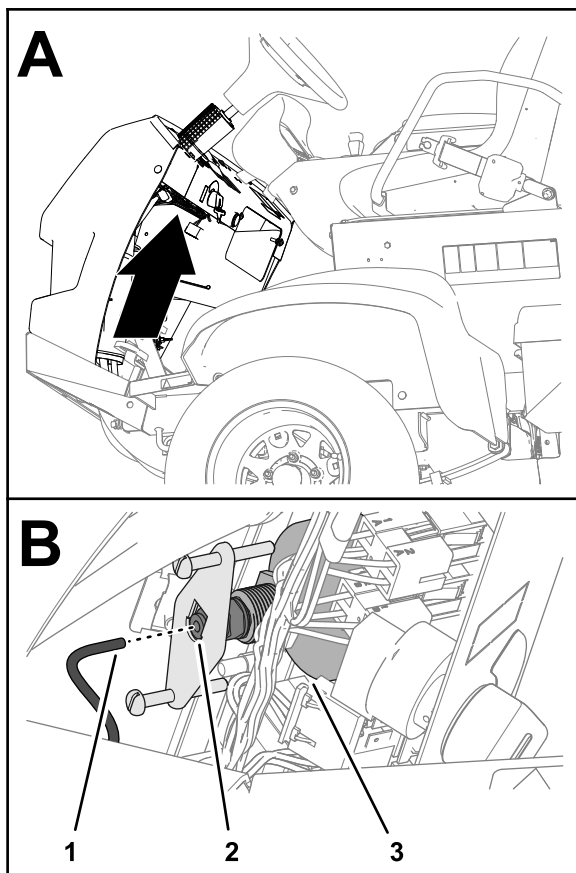

Figura 117
5. Retire el tubo de la parte trasera del manómetro y coloque el extremo del tubo en un recipiente (Figura 117).